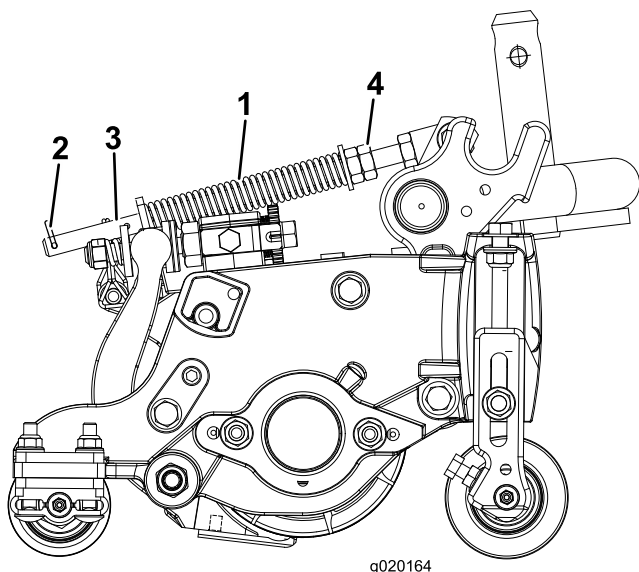

Figura 14
1. Asegúrese de que el pasador de horquilla está instalado en el taladro del extremo de la varilla (Figura 14).
2. Apriete las tuercas hexagonales del extremo delantero de la varilla del muelle hasta que la longitud comprimida del muelle sea de 12,7 cm (Figura 14).